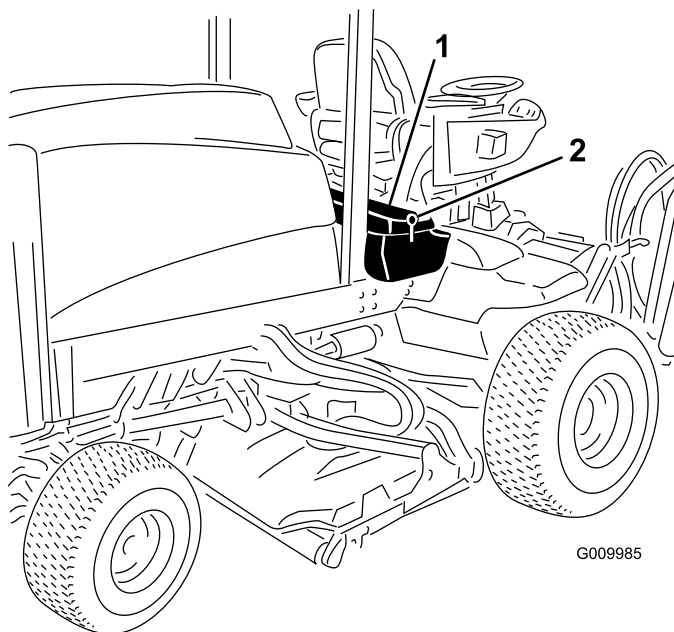

図 1
1. 運転席のコンソールパネルのラッチを外して持ち上げる 図 1。